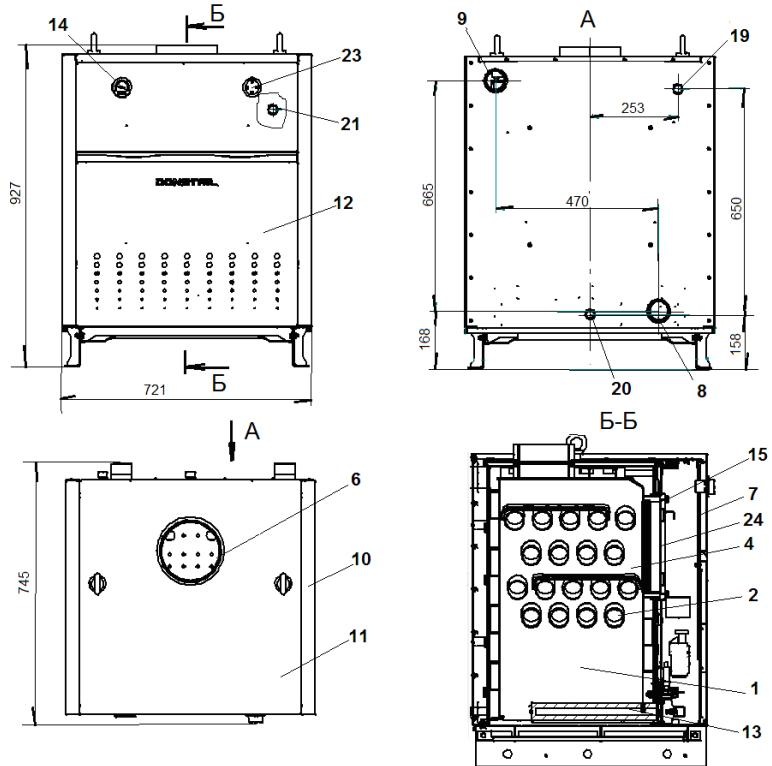

Рис.1 Котёл КС-Г-60S-1
5.2.2 Котлы (рис.1) состоят из прямоугольной топки **1** с трубами **2**, в которых циркулирует теплоноситель. В нижней части прямоугольной топки **1** расположено газогорелочное устройство с автоматикой безопасности SIT. Температуру и давление теплоносителя в котле показывает термоманометр **14**. Нагретый теплоноситель в результате образовавшихся в котле конвекционных потоков выходит в систему отопления через верхний патрубок **9**. На котле можно установить предохранительный клапан **19** на 0,3 МПа (3 bar), обеспечивающий защиту котла от опасного превышения давления теплоносителя. Обратный теплоноситель из системы отопления поступает в котел через нижний патрубок **8**.
Остальное см. рис.1
Датчик тяги 15 (на дымоходе котла рис.1 и 2) и термопары 4 предназначены для прекращения подачи газа к основной и к пилотной (запальной) горелке 2 при отсутствии тяги в дымоходе.
4 – клапан запуска (включения) 23 (рис.1) – термостат с термобаллоном (на верхней панели котла)
Нажмите ручку 1 и подожгите запальную горелку, нажав несколько раз кнопкой пьезорозжига, удерживая ручку полностью нажатой в течение нескольких секунд. Отпустите ручку управления 1 и убедитесь, что запальная горелка горит. Если горелка погасла, повторите процедуру розжига. Выставить ручку терmostата поз.23 (рис.1) на необходимую температуру теплоносителя.